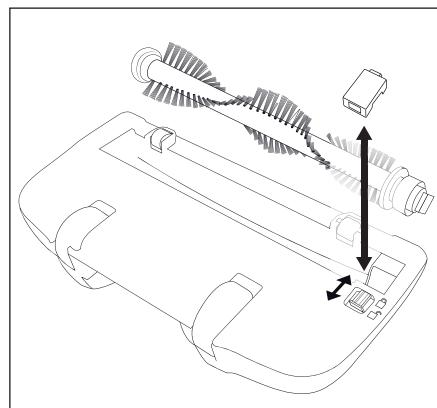

Bild 5
- 2) Flytta skyddsplattans låsning mot symbolen och ta av skyddsplattan (bild 5).
- 7) Sätt tillbaka skyddsplattan igen så att den snäp- per fast. Skyddsplattan låser fast när låsningen automatiskt flyttas mot symbolen (bild 5).